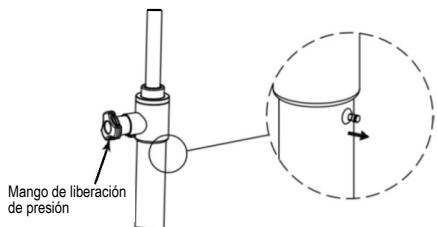

Fig. 5
3. Descenso con grúa: gire la manilla de liberación de la presión en sentido antihorario (Fig. 5), suelte la manilla y la liberación de presión se cerrará automáticamente.